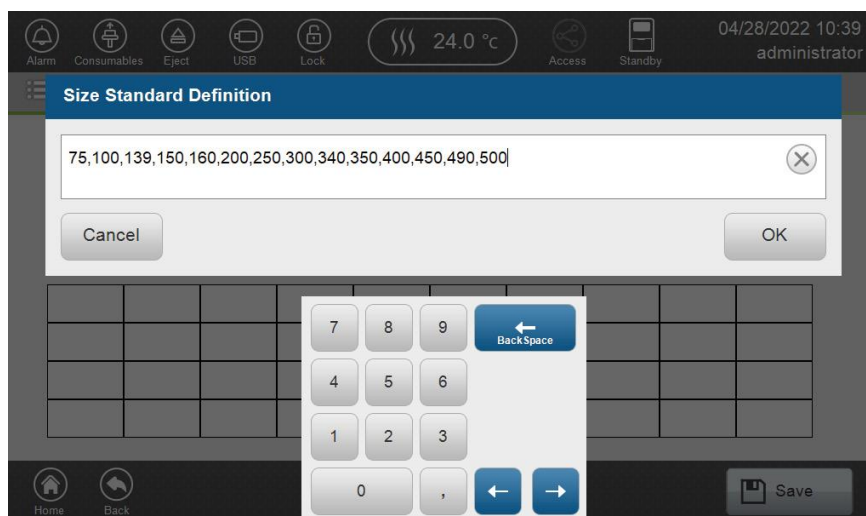

図 138 Size Standard Definition 画面
- ポップアップ画面に size standards のサイズを入力します。(図 138)